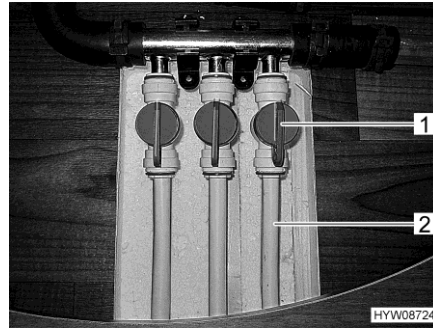

Fig. 134 Valvole di mandata (riscaldamento a pavimento)
- Regolare la maniglia (Fig. 134,1) sulla valvola di mandata della linea desiderata (Fig. 134,2) in posizione parallela rispetto alla tubatura del riscaldamento. Questa linea del riscaldamento a pavimento lavora così alla massima potenza.
- Regolare la maniglia (Fig. 134,1) sulla valvola di mandata della linea desiderata (Fig. 134,2) in una posizione qualsiasi. In questo modo la potenza del riscaldamento di questa linea può essere regolata in modo continuo.
- Regolare la maniglia (Fig. 134,1) sulla valvola di mandata della linea desiderata (Fig. 134,2) in posizione trasversale rispetto alla tubatura del riscaldamento. Questa linea del riscaldamento a pavimento ora è disinnescata.